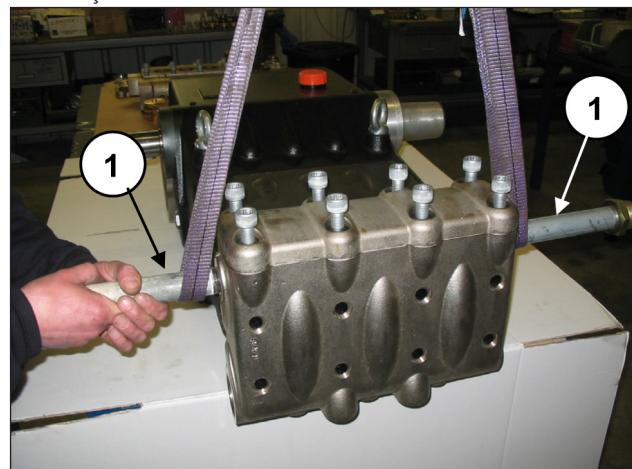
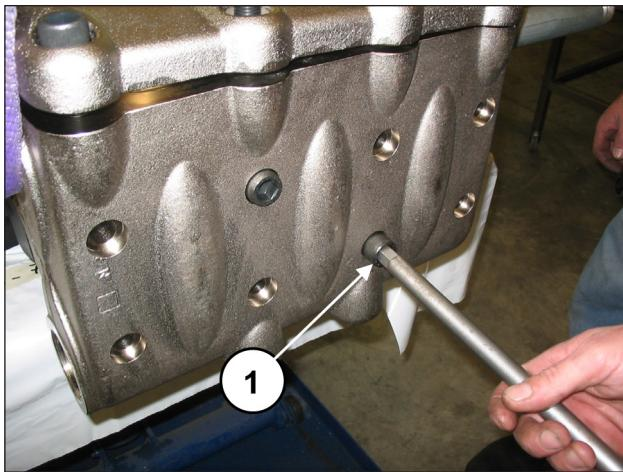

Fig. 104
Fig. 105
Aplique dois suportes roscados G2" nas conexões de descarga do cabeçote (pos. ①, Fig. 104) e depois desatarraxe os 8 parafusos M16x150 (pos. ①, Fig. 105).